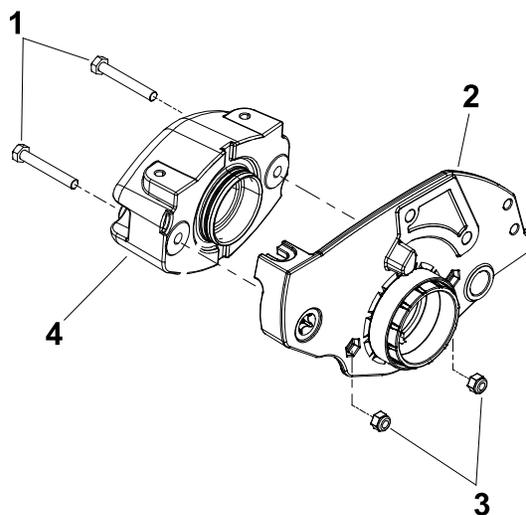

Рисунок 16
15. С помощью винтов с головкой и шестигранных гаек закрепите груз на правой боковой пластине (Рисунок 16).